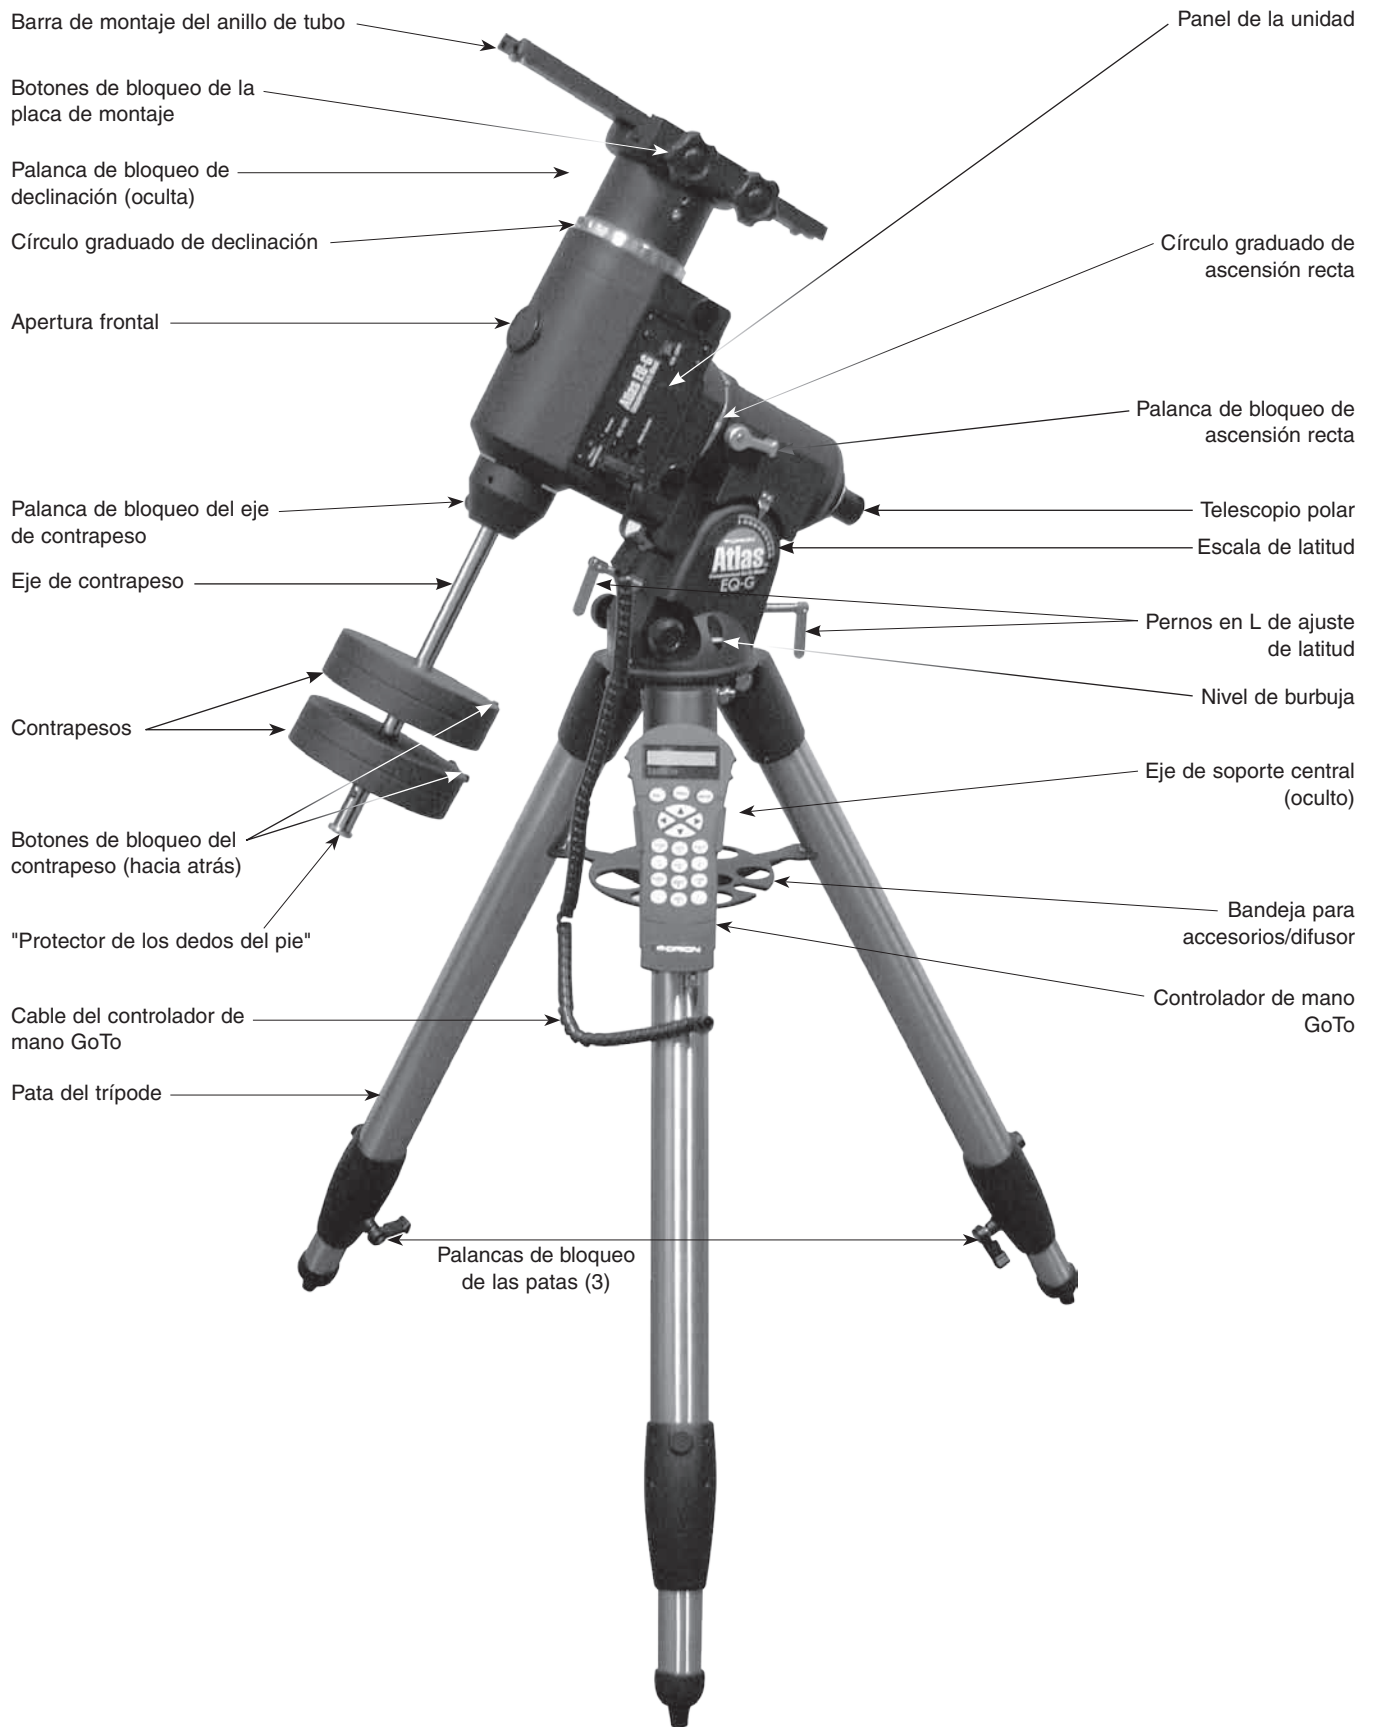

Figura 1. Montura Atlas EQ-G
Consulte la **figura 1** según sea necesario durante el proceso de montaje.
- Utilizando el nivel de burbuja de la montura (consulte la **figura 1**), nivele la montura ajustando la longitud de las patas del trípode según sea necesario.
- Afloje la palanca de bloqueo del eje de contrapeso (consulte la **figura 1**) y extienda el completamente el eje. A continuación, vuelva a apretar la palanca de bloqueo.
- Afloje la palanca de bloqueo de ascensión recta (A. R.) y gire el eje de A. R. hasta que el eje de contrapeso apunte hacia el suelo, como se ve en la **figura 1**.